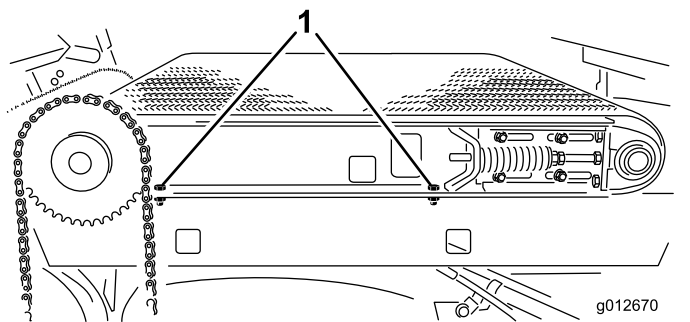

Figura 31
2. Sul lato destro della macchina, serrate le 2 viti a testa cilindrica che fissano la guida del telaio scorrevole al parafrangente destro (Figura 31).